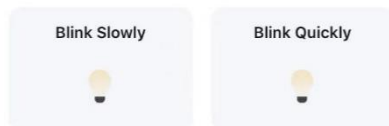

Bild 5
- 2) Tryck på "Confirm the indicator is blinking" (Bekräfta att indikatorn blinkar) i bild 4. I bild 5 visas en fråga om att välja status för indikatorlampan. Tryck på "Blink Quickly" (Blink snabbt).
- 2) Tryck på "Confirm the indicator is blinking" (Bekräfta att indikatorn blinkar) i bild 4. I bild 5 visas en fråga om att välja status för indikatorlampan. Tryck på "Blink slowly" (Blinka långsamt).